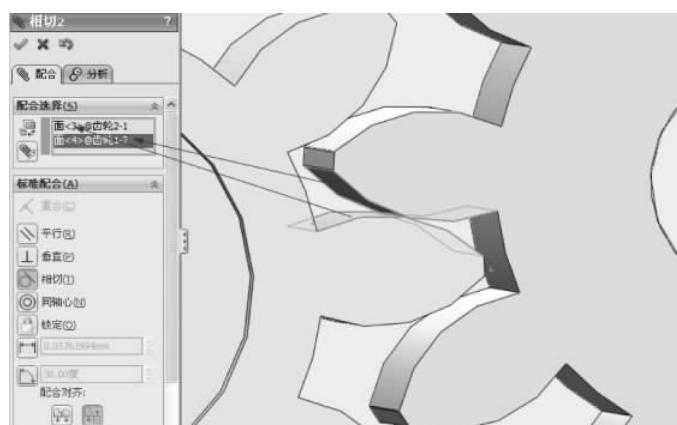

图 3-86 添加相切配合
(9) 为中间齿轮和右侧齿轮之间添加同样类型的相切配合,使得两个齿轮上相对应的齿面之间相切,如图 3-86 所示。